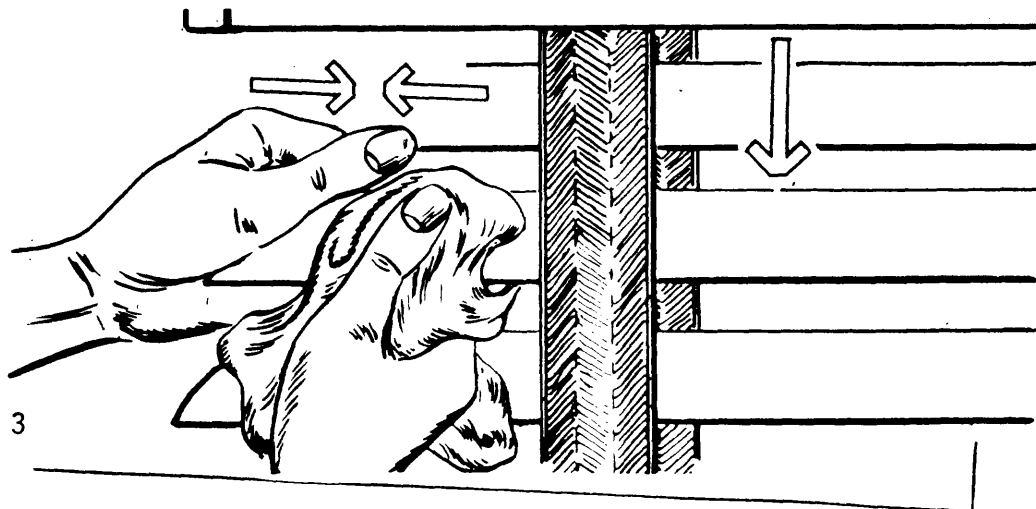

Fig. 3
7° paso - *Refriegue cada lámina de la veneciana en ambos lados con un paño humedecido en solución de limpieza o producto adecuado, en movimientos de izquierda a derecha (fig. 3).*
- 1) La limpieza de la lámina de la veneciana se inicia por la parte superior asegurándola con una de las manos y pasando el paño con la otra (fig. 3).
- 2) Cubra la lámina de la persiana con el paño y refriegue cuidadosamente (fig. 3).